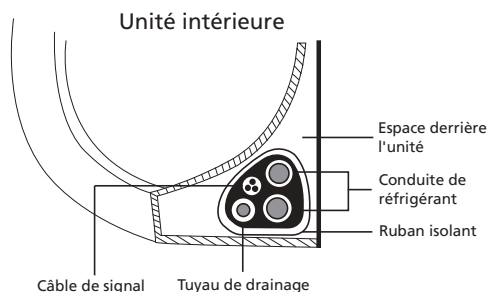

Fig. 3.12
- Réunissez le tuyau d'évacuation, les conduites de réfrigérant et le câble de signal comme illustré sur la **Fig. 3.12**.
- À l'aide d'un ruban isolant, enveloppez fermement ensemble le câble de signal, les conduites de réfrigérant et le tuyau d'évacuation. Revérifiez que tous les éléments sont bien réunis conformément à la **Fig. 3.12**.